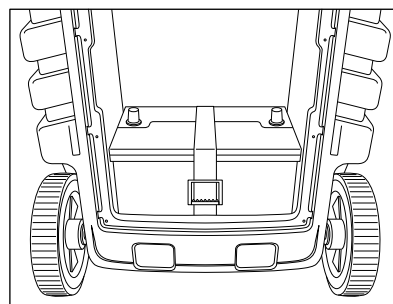

Fig. 2
- Retire el panel de la espalda baja. (Refiérase a la Fig. 2)
- Vuelva a instalar el panel posterior. (Fig. 2)